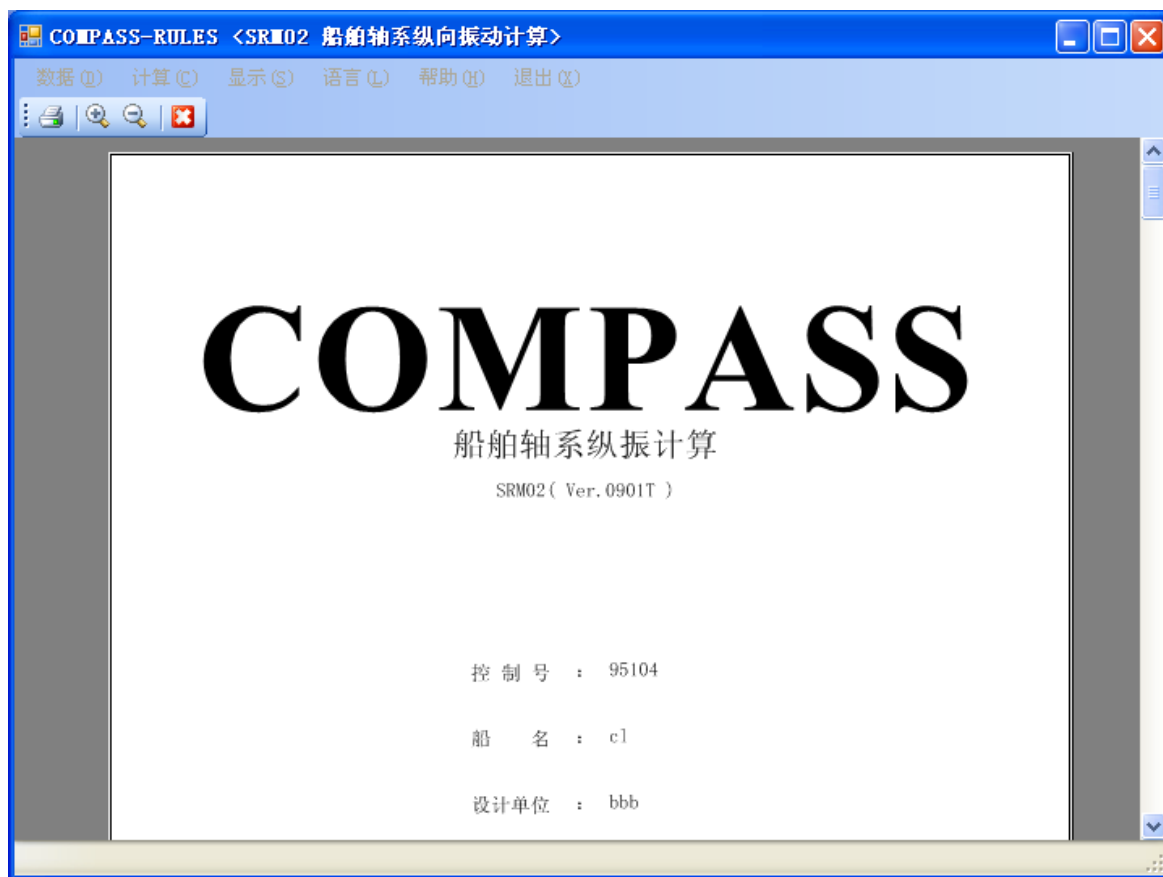

图 4.9 打印预览界面
- 单击【计算】按钮后，程序进入计算状态，计算完毕后会在屏幕上显示如图 4.9 所示的打印预览界面。
- 如果您需要保存计算结果，则可以安装 PDF 打印机，然后再如图 4.9 所示的界面中，单击“打印”按钮，在随后出现的“选择打印机”对话框中选择“Acrobat PDF Printer”打印机即可。